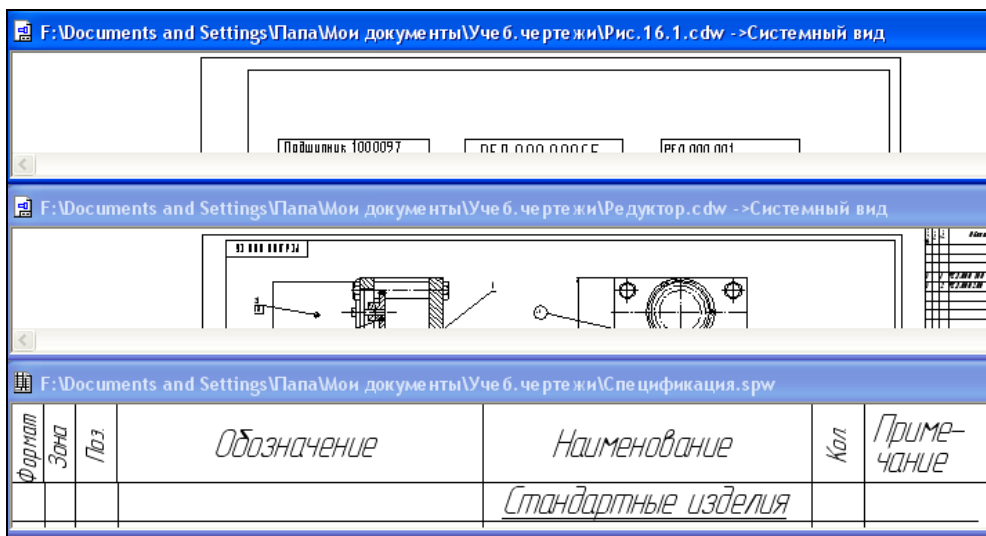

Рис. 14.29. Расположение документов на экране способом **Мозаика горизонтально**
- ◆ **Мозаика горизонтально** — при активизации этого пункта все открытые окна система размещает за активным окном друг за другом сверху вниз. Всем окнам отводятся равные части (рис. 14.29);